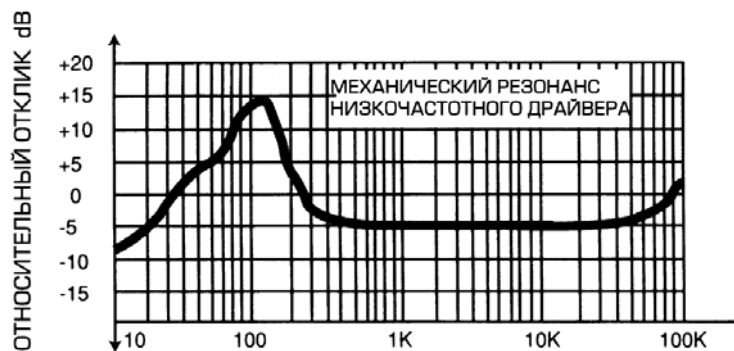

Рис. 8. Проверка импеданса громкоговорителя и радиотрансляционной сети
- A. Подсоедините оборудование, как показано на рис. 8, сигнал также может контролироваться с помощью осциллографа. Это позволяет дополнительно убедиться в отсутствии ограничения сигнала.
- a. Подсоедините переменный резистор последовательно с исследуемой сетью, как показано на рис. 8.